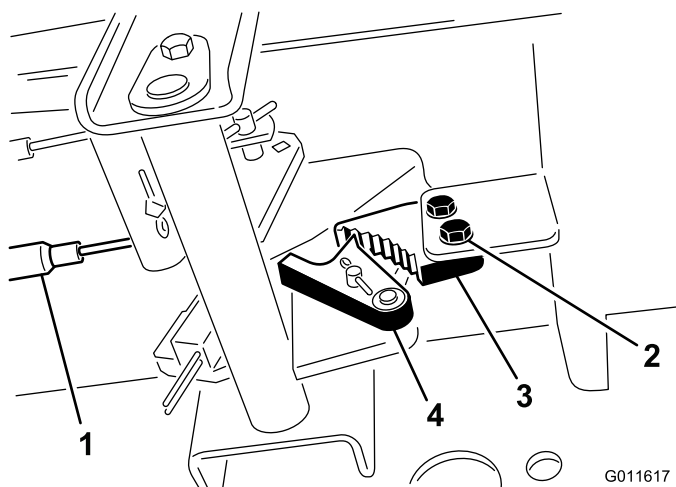

Figura 68
1. Solte os 2 parafusos que prendem a lingueta do travão de estacionamento à estrutura (Figura 68).
2. Carregue no pedal do travão para a frente até o detentor do estacionamento engatar completamente na lingueta do travão (Figura 68).